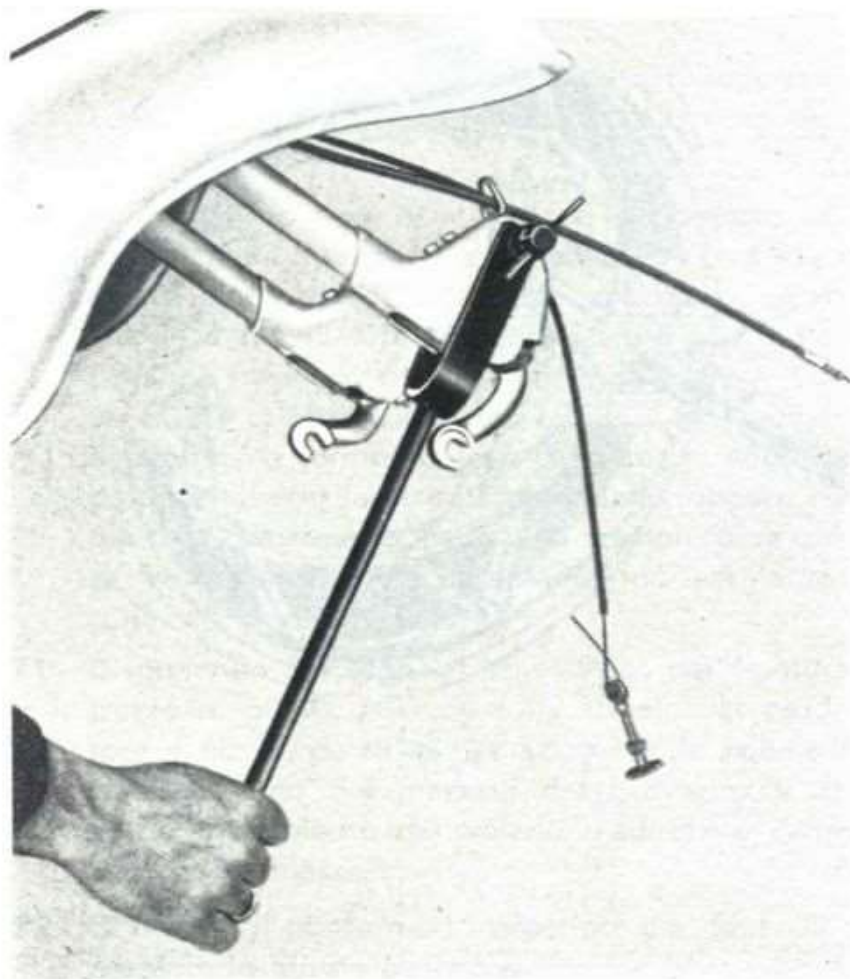

Fig. 40
- 61 Smontare ciascuna leva portaruota: applicare l'attrezzo n. 58021 e comprimere la molla per estrarre la leva. Vedi fig. 40.